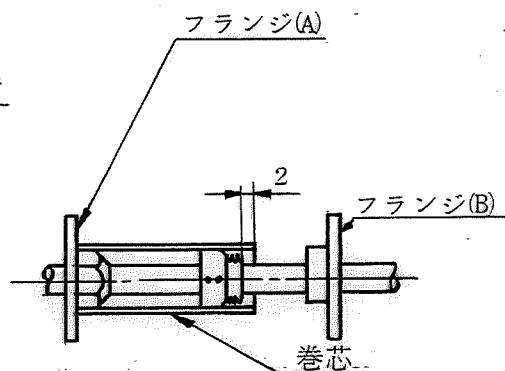

図 3-9
移動量は、図 3-9の様に記録紙巻芯とネジ部端面が2mm 程度になるようにして下さい。移動後、しっかりとネジ部を固定して下さい。
- (2) 2-1項の要領で記録紙をストックし、圧板を紙幅の中心に移動します。
- (3) 2ch 用記録紙を用いる時は、圧着ローラ 1個を紙幅の中心に移動して下さい。
- (4) その他の記録紙を用いる時は圧着ローラ 2個を記録紙両端に移動して下さい。
- (5) 必ず記録紙はストックローラのフランジA 個 (図3-9)に寄せてせってして下さい。